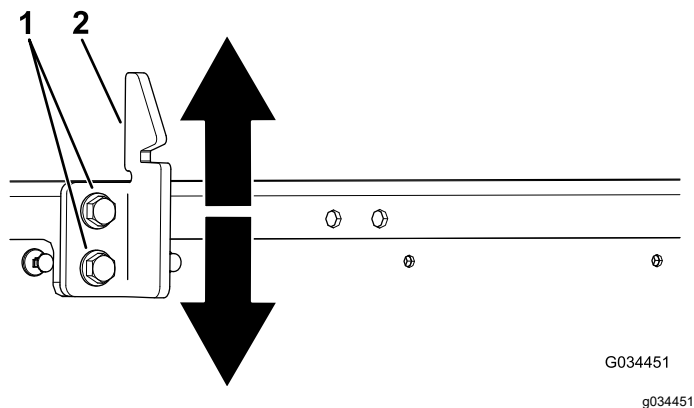

Рисунок 54
3. Ослабьте 2 болта на ударном выступе защелки кузова и переместите ударный выступ вверх или вниз, если он расположен слишком низко или слишком высоко (Рисунок 54).
4. Затяните 2 болта на ударном выступе защелки кузова (Рисунок 54).